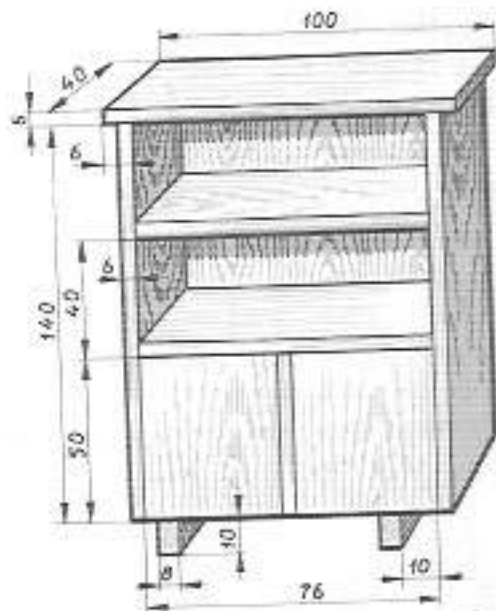

Рисунок 46. Игрушечный сервант.
4. Сделайте сервант по образцу (рисунок 46). План работы составьте самостоятельно.